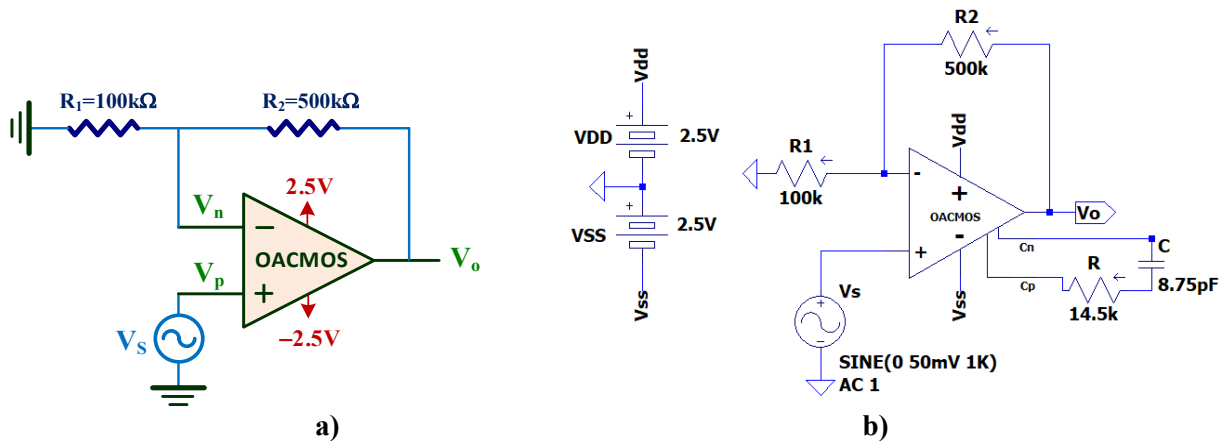

Figura XII.11. Amplificador no-inversor basado en un OA CMOS compensado: **a)** Esquema; **b)** Esquemático con LTSpice.
I) Editar con LTSpice el amplificador no-inversor de la figura XII.11.b. Obtener mediante simulación su ganancia en tensión ($A_V=V_O/V_S$) y su ancho de banda.
El circuito de la figura XII.11 tiene una ganancia en tensión A_V teórica de